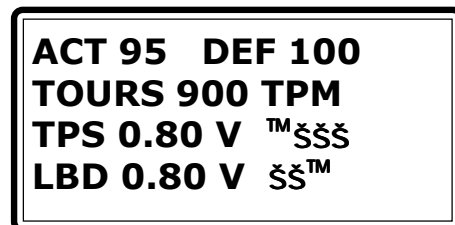

Fig. 28
- aller en "**VISUALISATION PARAMETRES**" (Fig. 28);